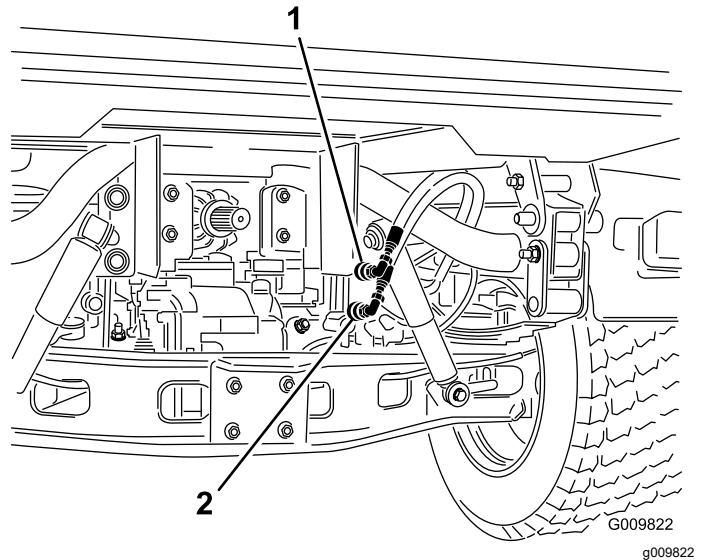

Figura 74
2. Scollegate i due tubi dei connettori rapidi dai tubi fissati alla relativa staffa, su entrambe le macchine (Figura 74).